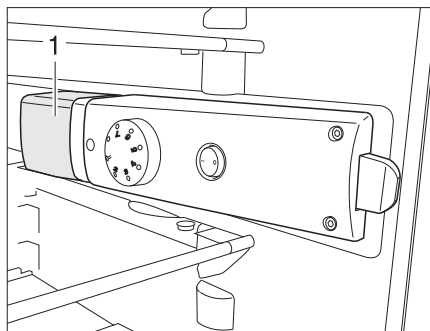

Bild 402 Kühlschrankleuchte
- Von hinten unter die Leuchtenabdeckung (Bild 402,1) fassen und Leuchtenabdeckung ca. 3 mm anheben.